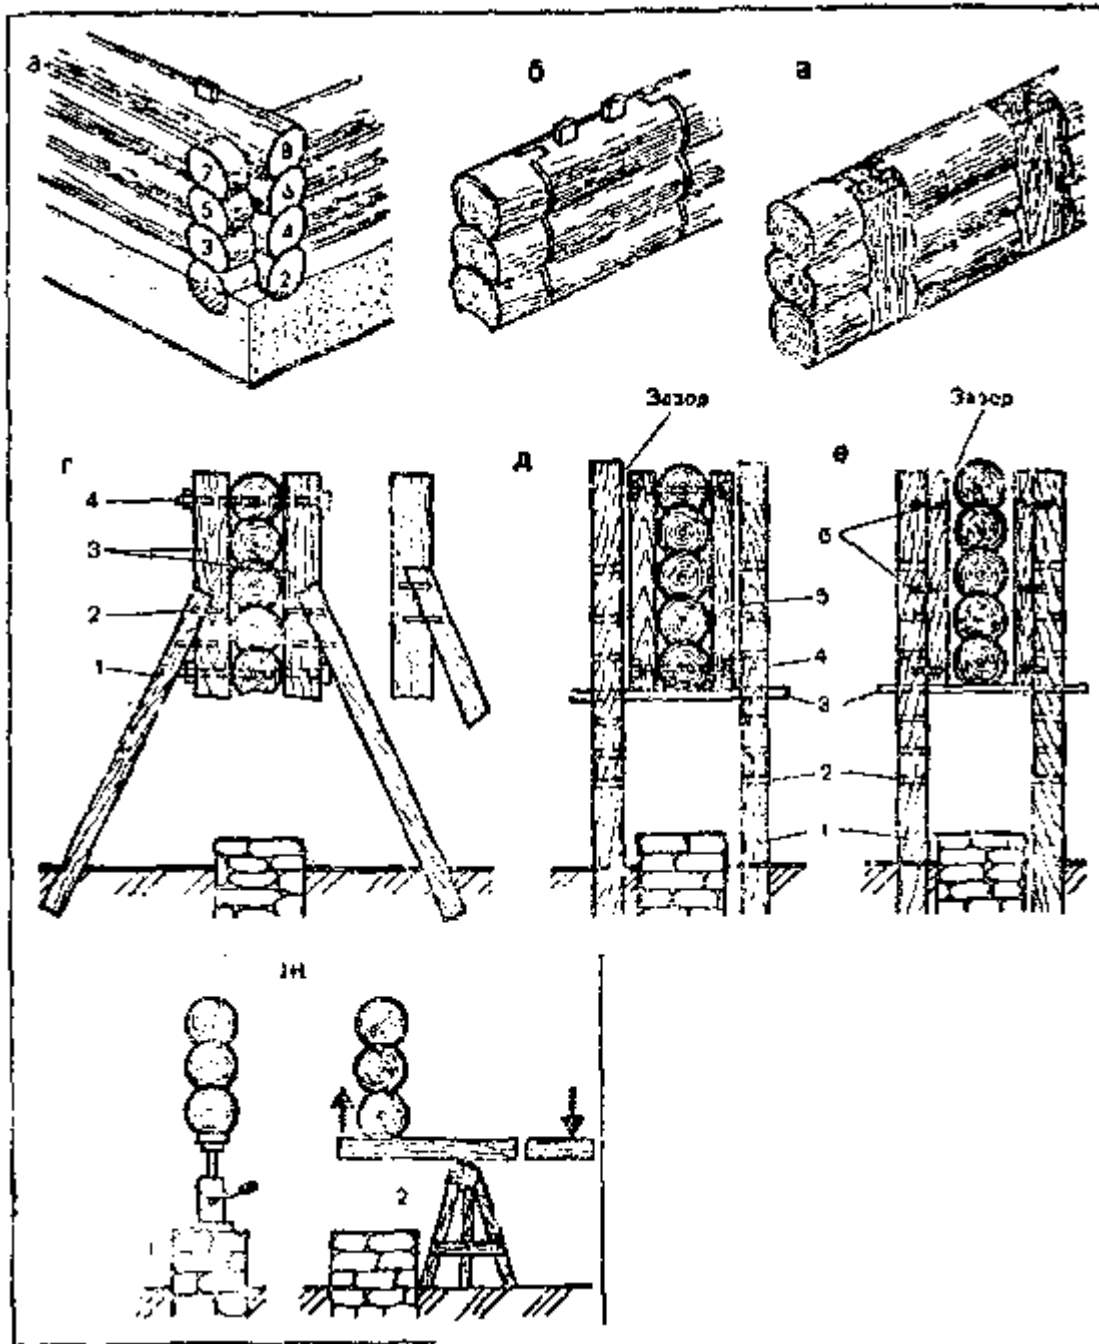

Рис. 101. Ремонт стен рубленых домов:
величину, или меньше примерно на одну четвертую диаметра (рис. 101,а). Эти части бревен заштрихованы. Торцы бревен никогда не должны быть в кладке или промазываться битумной мастикой. Это приводит к их быстрому загниванию. Покрытие битумной мастикой или обертывание допустимо только наполовину боковых сторон бревна.
Обычным способом работу ведут так (рис. 101,б). Вынимают переплеты и разбирают коробки. Выпиливают сгнившую древесину по отбитой строго вертикальной линии. По торцам пропиленных бревен пробивают риски, спиливают и срубают излишнюю древесину, чтобы получить гребни толщиной не менее 5 см. На эти гребни надевают куски новых бревен с выбранными пазами. Новые бревна рекомендуется брать одинаковой толщины со старыми и соединять их шипами. Ставят заменяемые бревна на конопатном материале (пакля, пенька, лен, мох и др.).
Стены при помощи стоек (рис. 101, в) ремонтируют в такой последовательности. Стойками скрепляют концы оставшихся старых бревен. Вставляют новые куски бревен. Изношенные места тщательно конопатят и приступают к сборке коробки. Под подоконную доску кладут кусок рубероида. Нижние стороны боковых брусков и то место подоконной доски, на которое ставят бруски коробки, олифят, сушат, покрывают тонким слоем оконной замазки (более жидкой) и ставят бруски на место. Это предохраняет стены от протекания через них воды, стекаемой с окон.
4. При замене нескольких венцов (рис. 101, г) оставшуюся здоровую часть дома приходится вывешивать, то есть держать на весу.
Первый вариант (рис. 101,5). От углов дома около фундамента на расстоянии 50 — 70 см с двух сторон каждой стены роют ямы глубиной до 1 м. В них ставят вплотную к фундаменту строго вертикально обрзную доску и измеряют расстояние от стены до доски, определяя тем самым толщину брусков сжима, которые лучше всего делать на 2 — 3 см тоньше полученных размеров. Бруски сжимов рекомендуется отесать с двух сторон. Стороны стойки, примыкающие к сжимам, также следует отесать. Сжимы ставят с двух сторон стены в двух и даже в трех местах, что зависит от длины стен. Крепят сжимы болтами по верхнему бревну и нижнему, которое остается в стене (не заменяется). Головки и концы болтов должны находиться в толще сжимов. Под болты сверлят отверстия диаметром 15 — 20 мм. Таким образом, стены прочно стягиваются и бревна не скользят и не нарушают конопатку.
Второй вариант (рис. 101,е). Выполняют так же, как и первый. Однако сжимы крепят не к стенам, а к стойкам скобами с зазором между ними и стенами 2 — 3 см. Рекомендуется стены скреплять еще и дощатыми сжимами, тогда стены будут скользить между сжимами. Поднимают стены одновременно с двух противоположных сторон.
7. Способы подъема дома (рис. 101, да). Поднимают дом при помощи рычагов или ваг, а также домкратов разной конструкции и грузоподъемности.